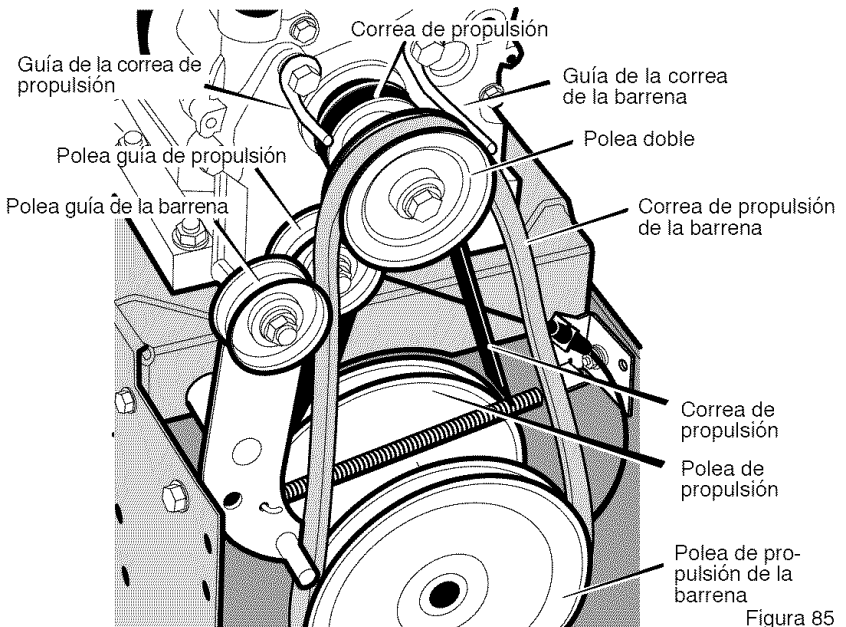

Figura 85
3. Afloje la tuerca de la polea guía de la barrena y mueva esta última hacia la correa un octavo de pulgada aproximadamente (3 mm) (Figura 85).
5. Afloje la **guía de la correa de la barrena**. Separe la **guía** de la **polea de propulsión de la barrena** (Figura 85).
9. Quite la antigua **correa del propulsor de la barrena** de la **polea del propulsor de la barrena**. Cambie la **correa del propulsor de la barrena** por una correa de repuesto original de fábrica disponible en un centro de servicio autorizado (Figura 85).
4. Afloje la tuerca de la **polea guía de propulsión** (vea la Figura 85). Separe la **polea** lo más que pueda de la **correa de propulsión**, luego apriete la tuerca de la **polea**.